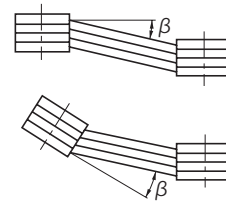

図 5-8
- 両プーリ間の平行度、偏心度 $\beta$ は $20^\circ$ 以内としてください。(図 5-8 参照)